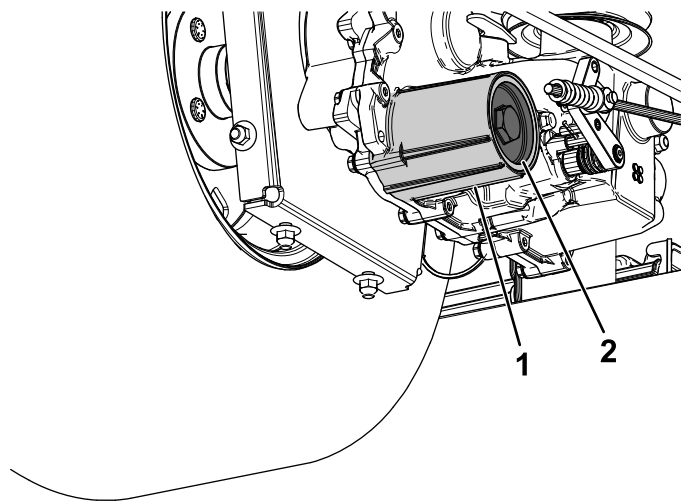

Figura 73
7. Retire la tapa del filtro de fluido hidráulico del transeje para vaciar el fluido (Figura 73).